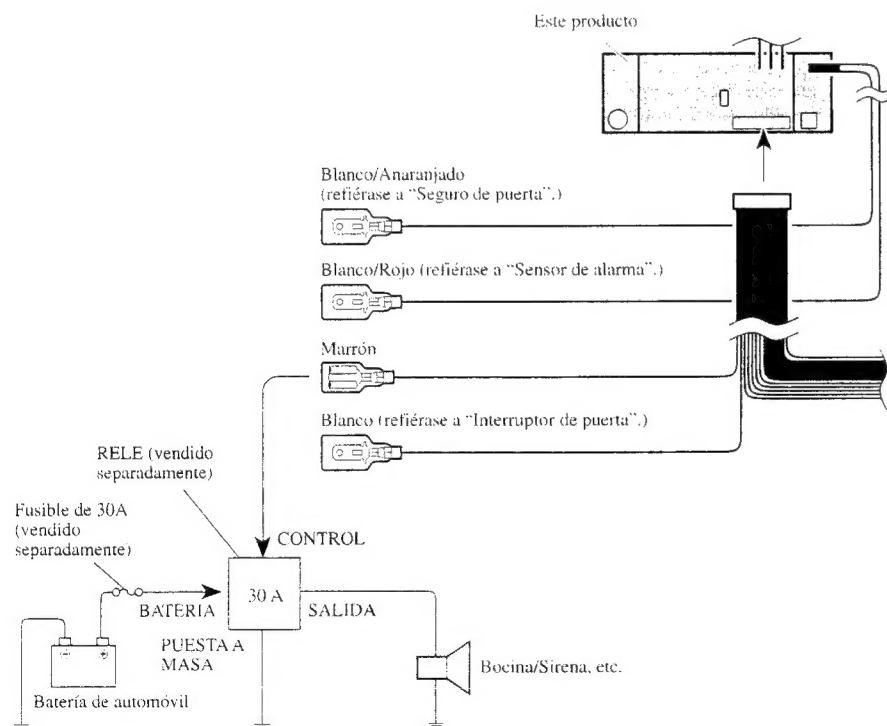

Fig. 5
- Marrón (Salida de alarma, ALARM OUTPUT) (Fig. 5)**